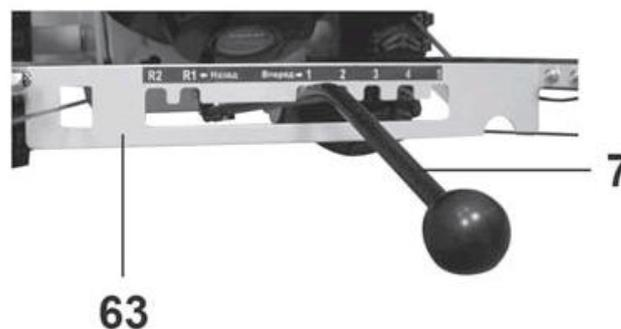

рис.25
8.3. Переключение передач (рис.25).
8.3.3. Чтобы включить передачу переднего хода, установите рычаг переключения передач (7) в одно из положений в зависимости от нагрузки (рис.25).